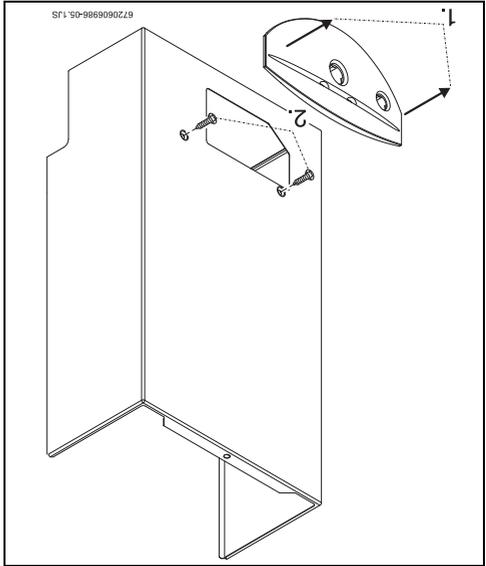

Рис. 12 Зняти панель
- ▶ Зняти кожух (див. → рис. 12).
- ▶ Односторонньо натиснути на обидва виступи (A) та витягнути електронний блок.
- ▶ Зняти панель з об'єднання, потягнувши її на себе (рис. 12, елемент 1).
- ▶ Відкрутити два гвинта (рис. 12, елемент 2).